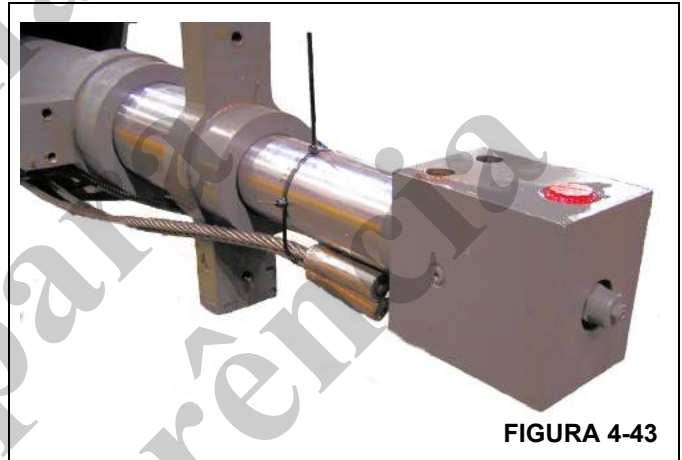

FIGURA 4-43
14. Gire as extremidades dos olhais de montagem da haste do cilindro (Figura 4-43) de forma que fiquem alinhadas verticalmente a fim de não tocarem nos suportes de montagem na seção intermediária externa.
18. Amarre temporariamente os cabos de extensão no cilindro telescópico para manter o alinhamento apropriado dos cabos durante a montagem (Figura 4-43).